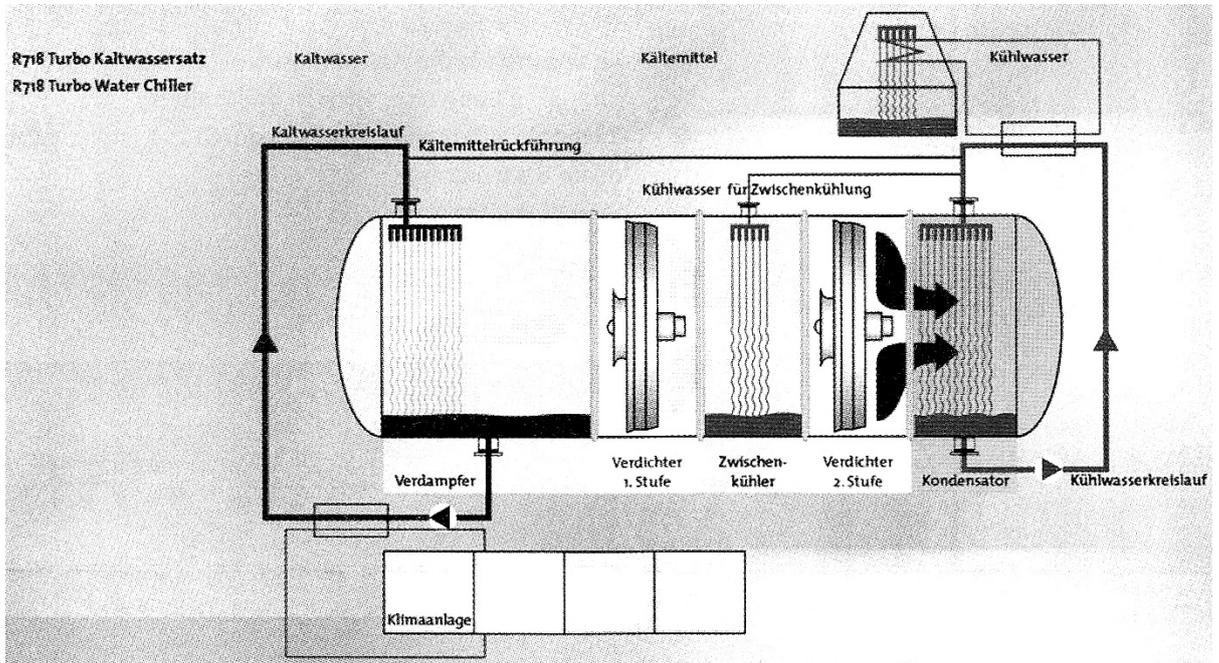

Bild 2: Turbokaltwassersatz des ILK Dresden
- Am ILK Dresden wurde ein Kaltwassersatz mit einer Kälteleistung von 700kW entwickelt (Bild 2).